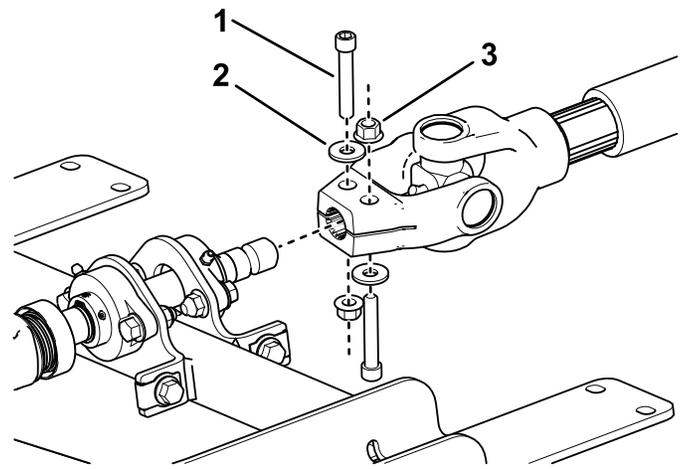

**Figura 13**
4. Fije la parte delantera de los brazos de elevación en el conjunto del soporte con los 2 pernos de cabeza hexagonal y las 2 arandelas curvadas que se retiraron del accesorio en 3 Preparación de la unidad de tracción \(página 8\), tal y como se muestra en la Figura 13.